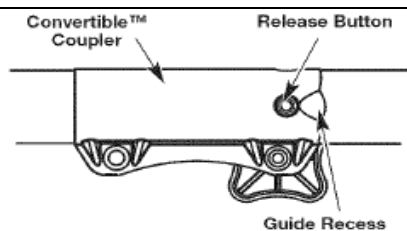

Рис. 4
ПРИМЕЧАНИЕ: совмещение кнопки фиксатора с направляющей канавкой позволит значительно упростить процесс установки (Рис. 4)
2. Нажмите и удерживайте кнопку фиксатора (Рис. 4).